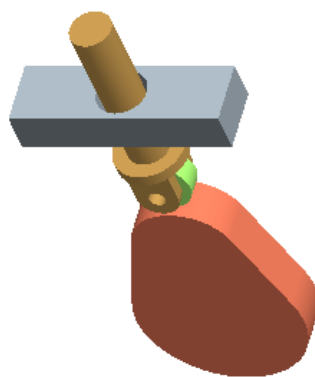

图 8-98 凸轮机构
(2) 凸轮机构仿真。本练习的凸轮机构如图 8-98 所示。